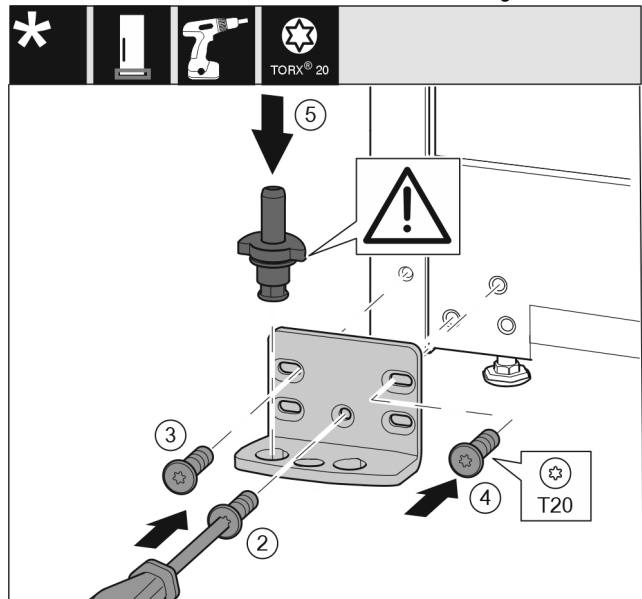

Fig. 15
- ▶ Ložiskovú konzolu nasadíte na druhú stranu a priskrutkujte ju pomocou skrutkovača T20. Začnite skrutkou 2 dole v strede. Fig. 15 (2)
- ▶ Pevne zaskrutkujte skrutku 3 a 4. Fig. 15 (3,4)
- ▶ Ložiskový čap úplne nasadíte. Dbajte pritom na to, aby zaistovací doraz ukazoval smerom dozadu. Fig. 15 (5)